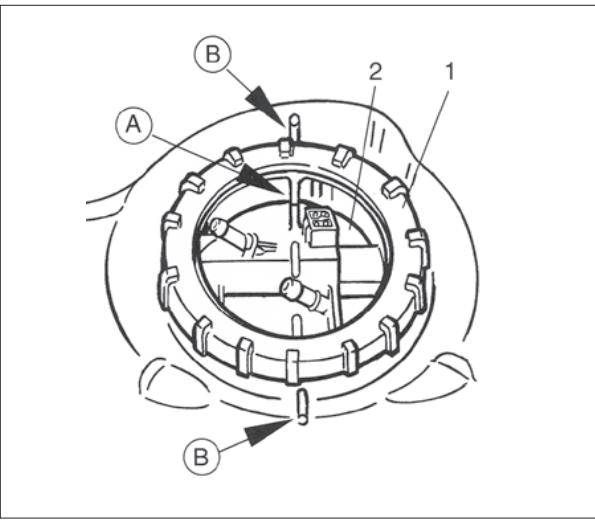

Abb. 1/Fig. 1/Puc. 1/图1
- 校准凸缘 (2, 图 1)，使得标记条 (箭头 A) 与油箱上的标记 (箭头 B) 排成直线。
- 旋上旋塞 (1) 并重新拧紧。